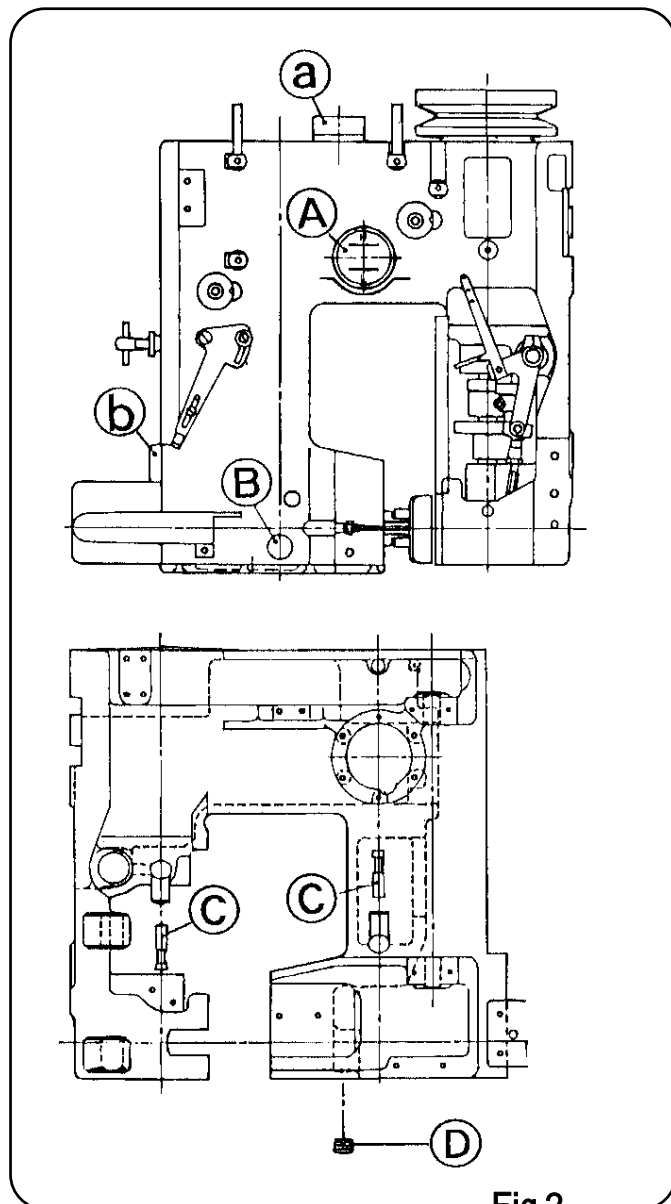

Fig.2
Approximately 1,600cc should be used. (Fig.2)
- b) Remove cover b and fill with oil so that level reaches the red point indicator B . Approximately 140cc should be used. (Fig.2)
As indicated (Fig.2) oil is drained from the machine by rotating and un-plugging C , D .
- a) オイルレベル A 部に油を注油するには a の給油口蓋をはずしてオイルレベルのレベル“H”まで注油してください。注油量は約 1600cc です。(Fig.2)
- b) オイルレベル B 部に油を注油するには b の給油口蓋をはずして赤丸の部分まで注油してください。注油量は約 140cc です。(Fig.2)
- b) 油を抜くときは、図のようにプラグ C , D をはずしてください。(Fig.2)